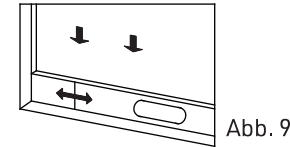
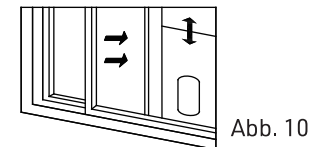

Abb. 9
Abb. 10
- 1.) Öffnen Sie das Fenster halb und montieren Sie die Fensterdichtungsplatten-Baugruppe am Fenster (wie in Abb. 9 und Abb. 10 gezeigt). Die Baugruppe kann in horizontaler und vertikaler Richtung platziert werden;